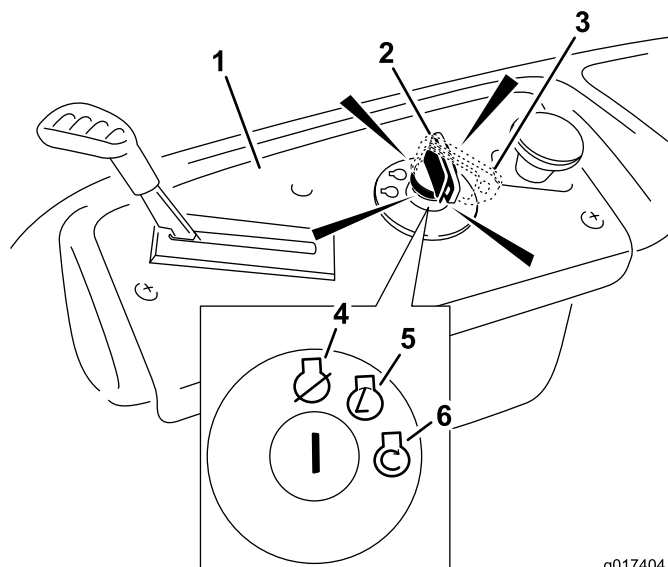

Figure 13
4. Tournez la clé de contact en position de démarrage pour activer le démarreur. Relâchez la clé quand le moteur démarre (Figure 13).
3. Tournez la clé de contact en position arrêt (Figure 13) et enlevez la clé du commutateur d'allumage.